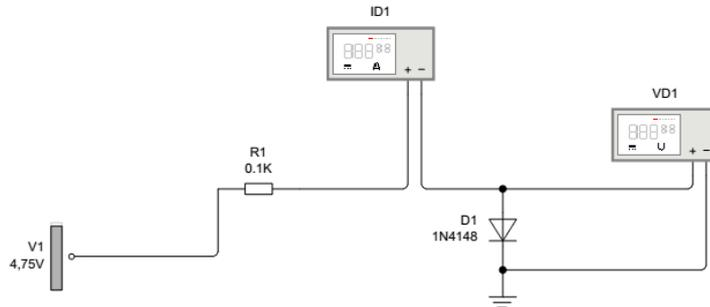

Fig. 6: Polarización directa del diodo
Para la medición de caída de tensión en directa se sugiere utilizar el circuito de la Fig. 6. Con un punto de funcionamiento para una corriente  $I_D = 5$  mA. Con estos datos, trazar la recta de carga del diodo en forma manuscrita como se ilustra en la Fig. 4.
**2.1.** Polarizar el diodo en directa a partir de una fuente de alimentación variable (puede ser una fuente fija que se varíe manualmente), intercalando un resistor limitador, de manera de poder medir la corriente que circula por el diodo  $I_D$  (con multímetro digital configurado como amperímetro), en función de la tensión de sus bornes  $V_D$  (con multímetro digital configurado como voltímetro). Como se muestra en la Fig. 6.